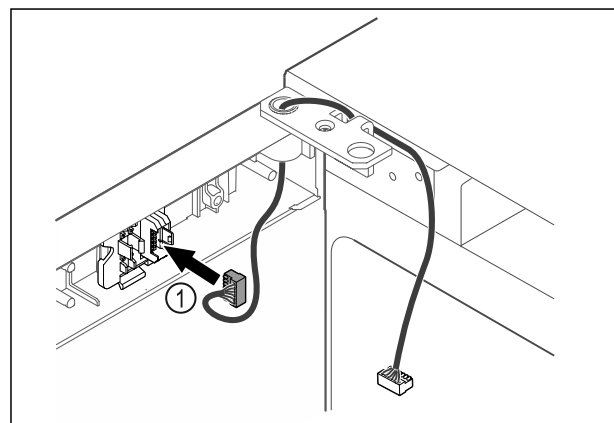

Fig. 49
- ▶ Insérer le connecteur Fig. 49 (1) dans le support.